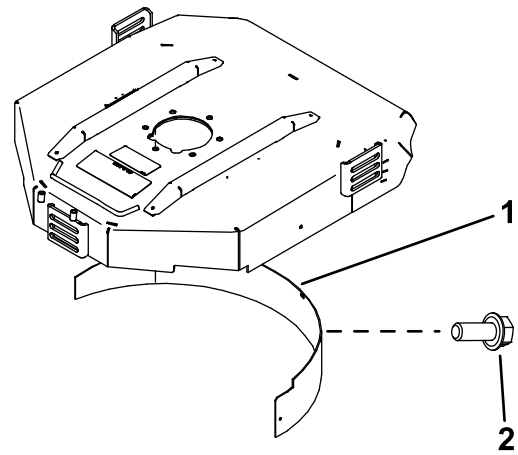

Bild 10
2. Montieren Sie das Mulchablenkblech in der hinteren Öffnung und befestigen Sie es mit fünf Bundschrauben (Bild 10).